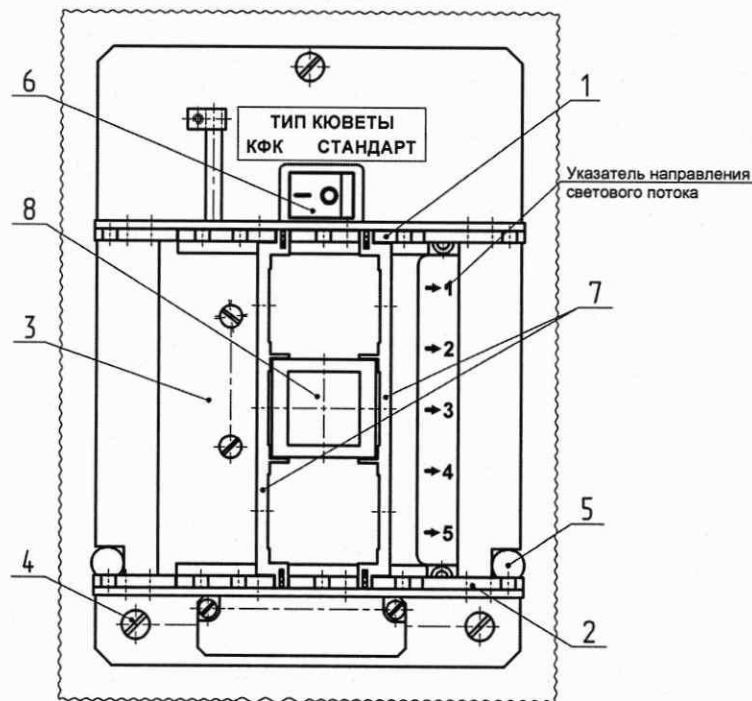

Рис. 10 Вид кюветодержателя при работе с кюветами КФК.
9.3.7 Для работы с кюветами КФК заменить установочные планки на пять позиций для стандартных кювет на специальные установочные планки на три позиции для кювет КФК поз.7, разместив их в пазах направляющих поз.3 (см. Рис. 10).